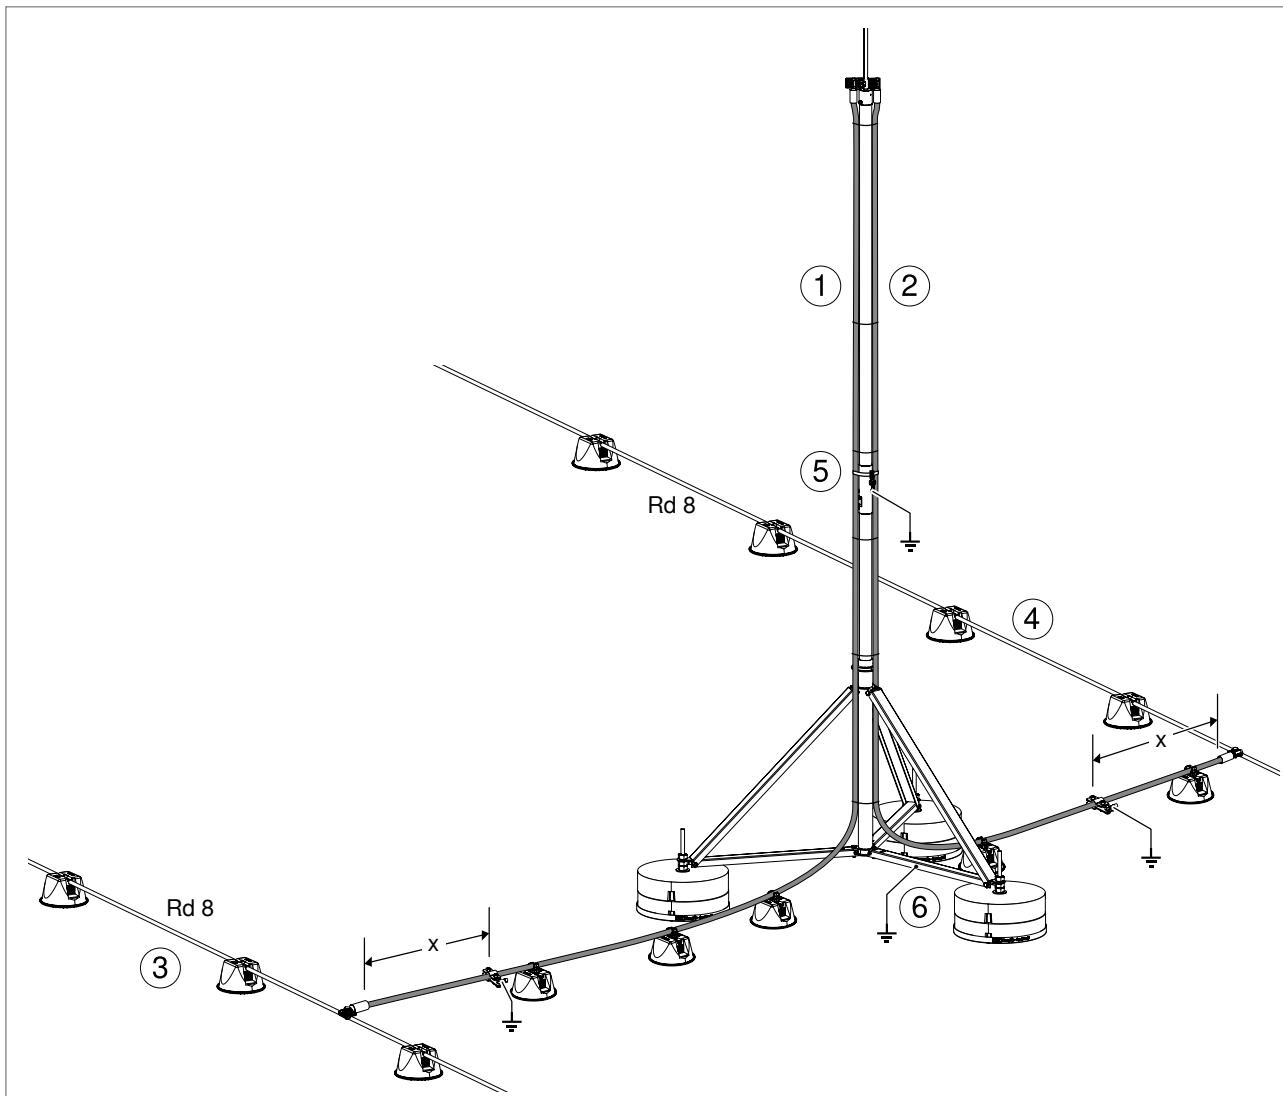

Abb. 65: Stromaufteilung auf zwei isCon®-Ableitungen z. B. bei Blitzschutzklasse I
In Bereichen, in denen eine konventionelle Ringleitung bei Einhaltung des erforderlichen Trennungsabstands (s) (z. B. zu Dachaufbauten) nur umständlich zu installieren wäre (siehe Abb. 65 Nr. ②), lässt sich die isCon®-Ableitung ① in die Masche integrieren, sofern der berechnete Trennungsabstand kleiner als oder gleich dem äquivalenten Trennungsabstand der jeweiligen genutzten isCon®-Ableitung ist.